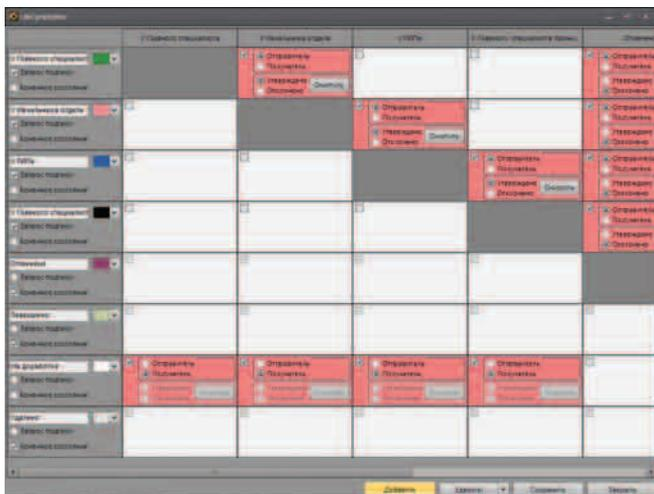

Рис. 3 Модуль «Задания» — редактор жизненного цикла
- простое определение последовательности согласования заданий с помощью Редактора жизненного цикла (Рис.3);